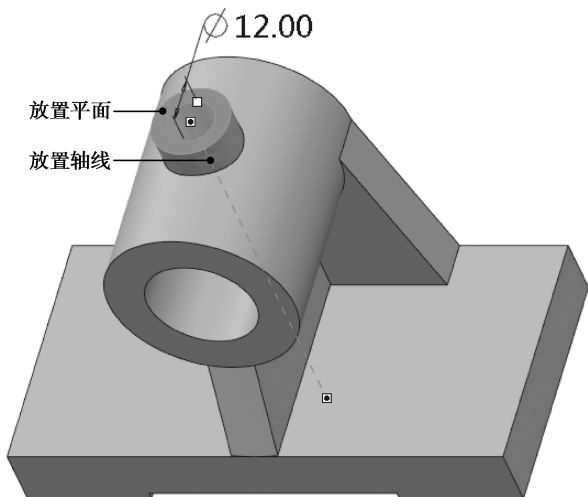

图 5-93 绘制孔 1 操作
(1) 创建孔 1
① 单击 孔按钮打开孔操控面板, 进入创建孔模式。
② 设置位置参照。打开基准显示设置, 把全选的勾去掉, 只选择轴显示 轴显示, 让中心轴基准线显示出来。
③ 选择孔工具栏中的【放置】集, 在放置选项栏里添加旋转中心轴作为孔的放置轴线, 按住 Ctrl 键, 选择模型最上侧的平面作为打孔平面, 此时孔的位置就确定好了, 如图 5-93 所示。因为是采用轴和平面来定位孔, 所以不需要再设置孔的类型和偏移参照。
④ 设置孔的形状。在孔操控面板中, 设置孔的直径为 12.00, 深度选择【拉伸至下一曲面】, 完成孔 1 的绘制后单击 , 退出孔操作。